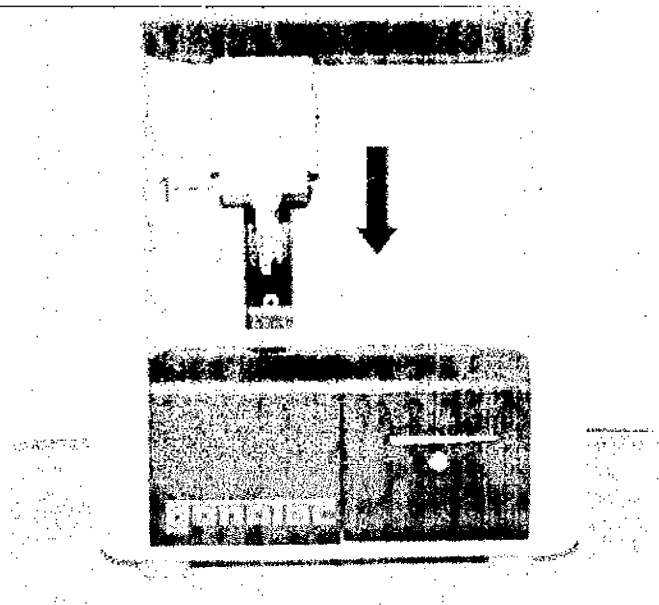

Рис. 36: Опускание подъемника
10. Опустить подъемник (рис. 36/1).